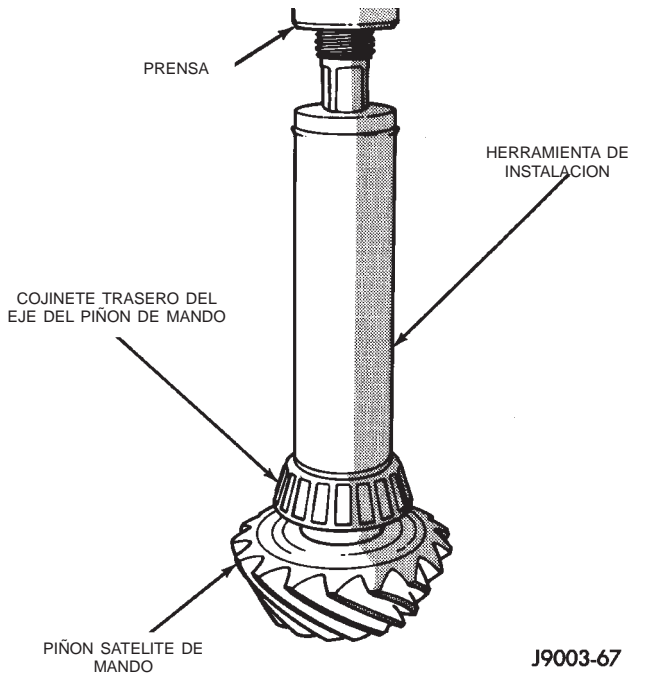

Fig. 54 Instalación del cojinete trasero del eje
(4) Coloque el espaciador con el espesor correcto en el piñón satélite.
(5) Instale el cojinete trasero (y el deflector de aceite si se utilizó) en el piñón satélite con el instalador 6448 (Fig. 54).